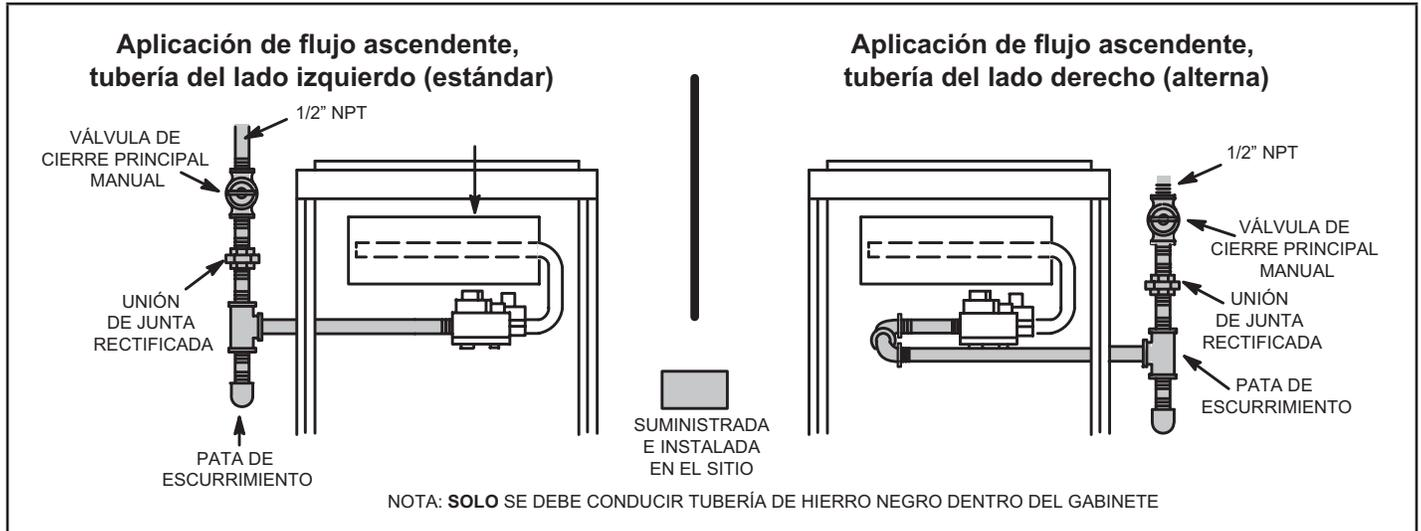
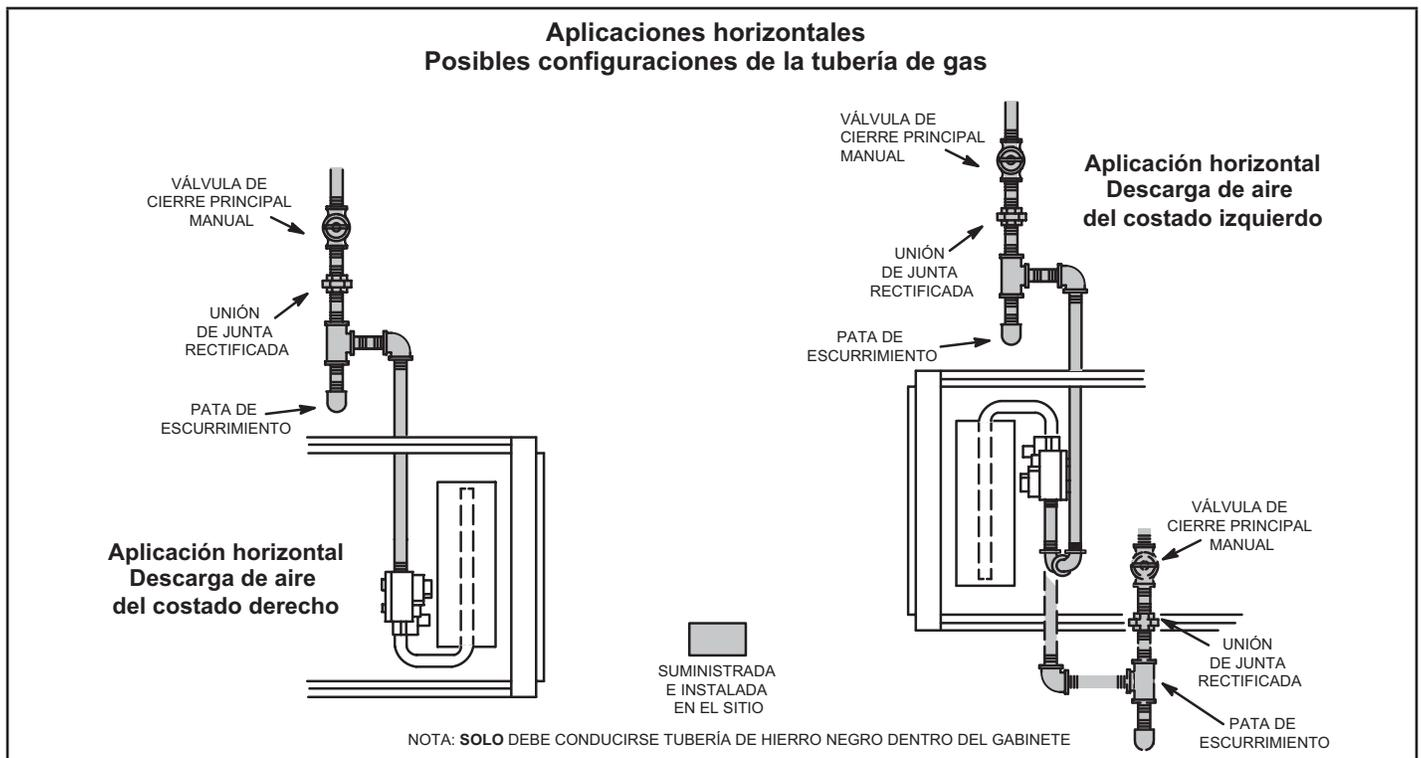

FIGURA 56
FIGURA 57
- 1 - La tubería de gas se puede conducir a la unidad por el lado izquierdo o lado derecho. La tubería de suministro entra a la válvula de gas desde el costado de la válvula como se muestra en la FIGURA 56. Conecte la tubería de suministro de gas a la válvula de gas. La torsión máxima es de 800 pulg-libras y la torsión mínima es de 350 pulg-libras cuando se conecte la tubería de gas a la válvula de gas.
- 3 - La tubería de gas no debe tenderse a través de los conductos de aire, canaletas de ropa, chimeneas o ventilación de gas, montaplatos o el hueco del ascensor. Centre la línea de gas en el centro del agujero para tuberías. La línea de gas no debería tocar el costado de la unidad. Ver la FIGURA 56 y la FIGURA 57.